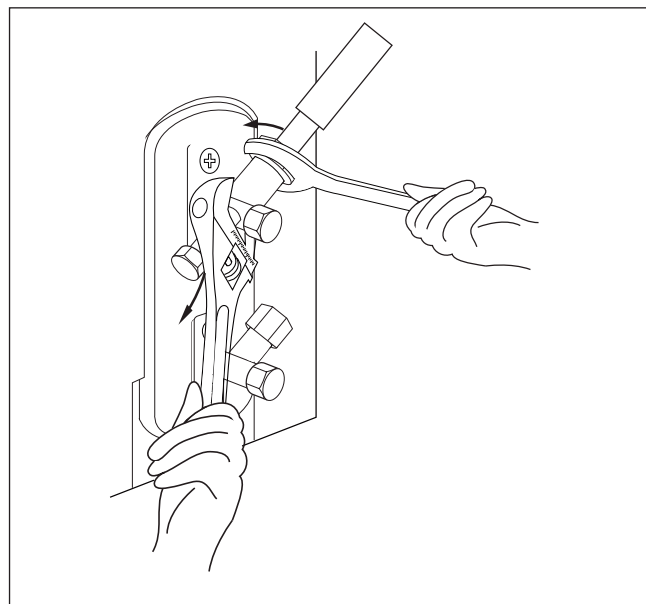

Fig. 37.
4. Folosind un întinzător, apucați clopotul supapei. Nu apucați piulița care sigilează supapa de întreținere. (A se vedea **fig. 37**)